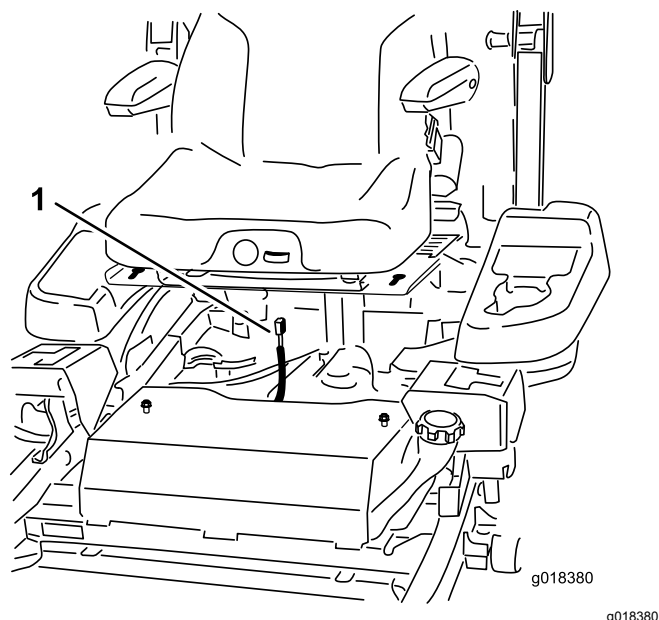

Figura 68
9. Estraiete il connettore di cablaggio dall'interruttore del sedile posto sotto il sedile stesso (Figura 68).